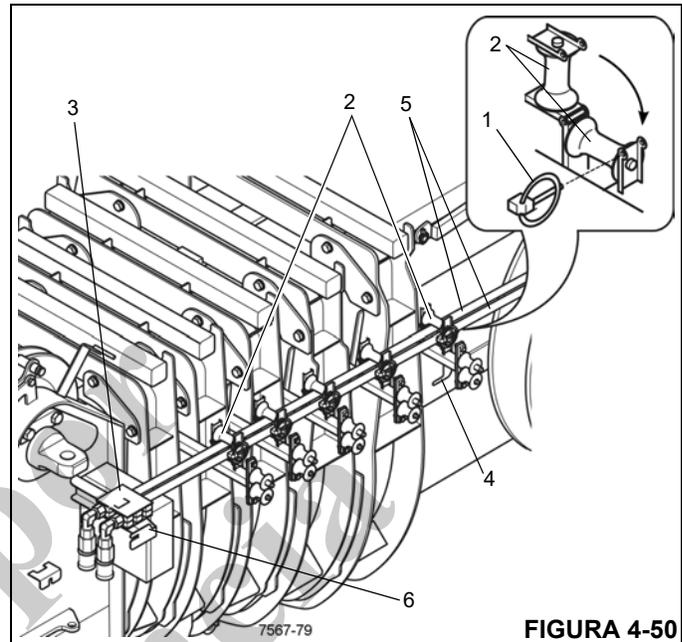

FIGURA 4-50
2. Retire los pasadores abisagrados (1) (Figura 4-50) y pliegue las poleas guía (2).
3. Retire la protección contra tirones (3) de su escuadra de montaje de la pluma principal (4) y tire de las mangueras hidráulicas (5) hacia la punta de la pluma.
4. Enganche la protección contra tirones en la escuadra de montaje de la punta de la pluma principal (6).
5. Baje las poleas guía (2) y asegúrelas con los pasadores abisagrados (1).